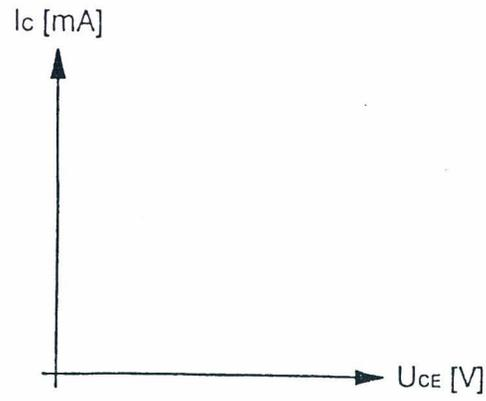

Fig. 4.3
12. Trazar en la Fig. 4.3 la línea de carga, considerando como puntos extremos los valores de  $I_{C(sat)}$  y  $U_{CE(cor)}$ ;
13. Situar en la Fig. 4.3 el punto de reposo Q que tiene por coordenadas los valores medidos de  $I_C$  y  $U_{CE}$ : el punto Q esta en la línea de carga estática;
19. Situar en la Fig. 4.3 los puntos que tengan por coordenadas los valores de  $I_C$  y  $U_{CE}$ : los puntos están en la línea de carga estática;